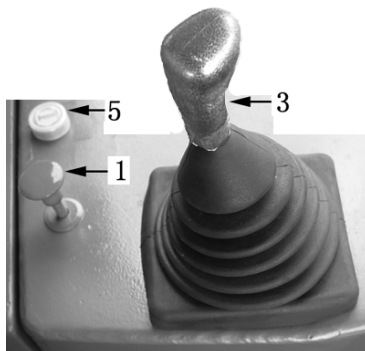

Figura 2-60
Baje respectivamente la pala y la barra de manejo del escarificador (3) y (4) a la posición de bajar, para que la pala y el escarificador estén en el suelo. (figura 2-60, 2-61)
Toque respectivamente los botones de la pala y el escarificador de bloqueo (1) y (2) (figura 2-60, 2-61)